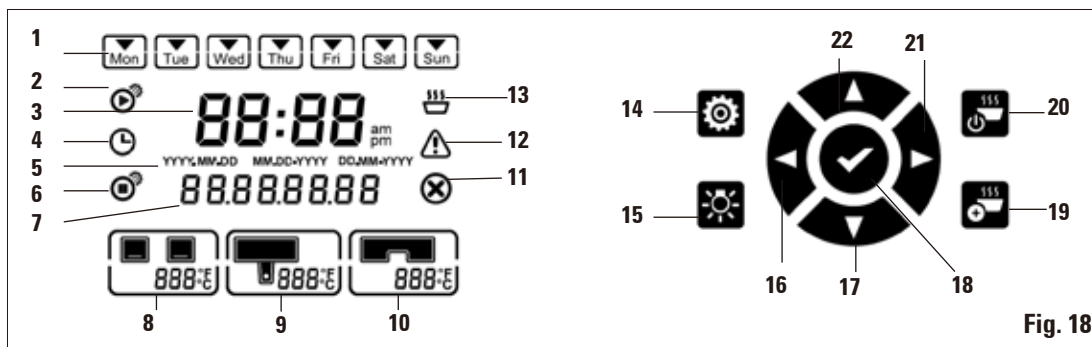

Fig. 18
- Los calefactores se activan. El indicador de fundido (13 en la Fig. 18) parpadea una vez por segundo durante la fase de calentamiento.